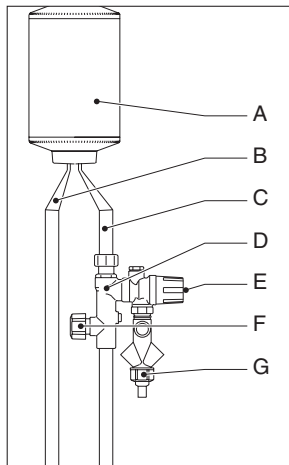

Fig. 2 Principewerking tapwaterinstallatie
- Sluit de stopkraan van de inlaatcombinatie (fig.2).
Controleer regelmatig of de ontlastklep (fig. 2) ongehinderd expansiewater uit de boiler afvoert. Om kalkafzetting in de ontlastklep te voorkomen, dient u deze regelmatig te bedienen.